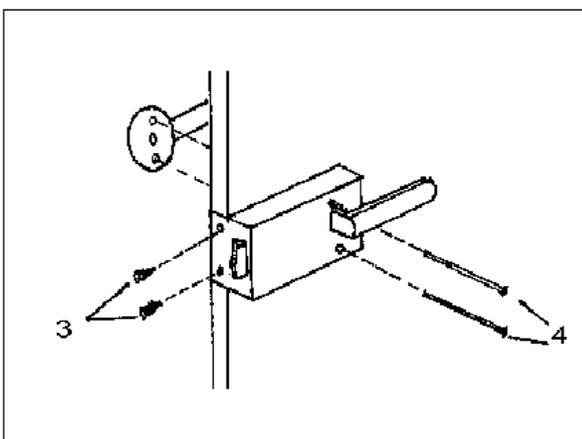

Figura 4 – Colocação do trinco.
**2.2.5** Com os parafusos 3 e 4, coloque o trinco na porta conforme mostra a figura 4